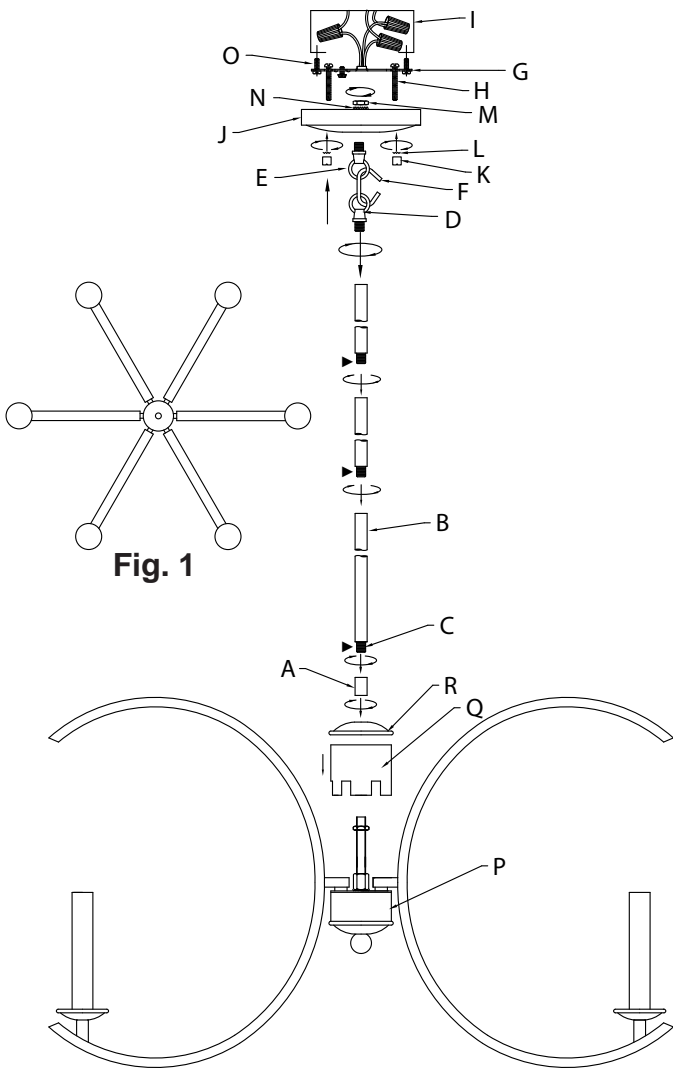

Fig. 1
- 1) Gire los brazos del artefacto en sus posiciones correctas como se muestra en la figura (Fig. 1).
- 4) **NOTA:** Por lo menos se debe usar un (1) tubo de 6 pulgadas durante el montaje. Pase el cable del artefacto desde el acoplador en la parte superior del artefacto a través de un vástago [B] y tubos roscados [C], y enrosque el vástago en el acoplador [A] en la parte superior del cuerpo principal.